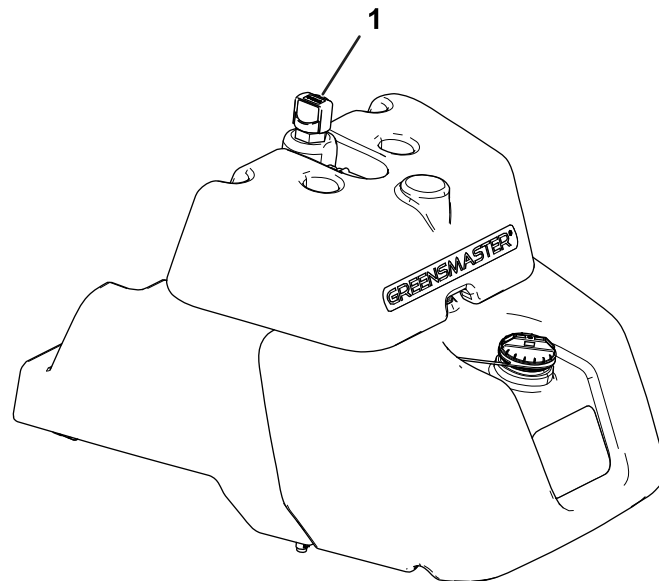

Figura 46
2. Localice la varilla en la parte superior del depósito hidráulico principal (Figura 46) y continúe con el paso 3.